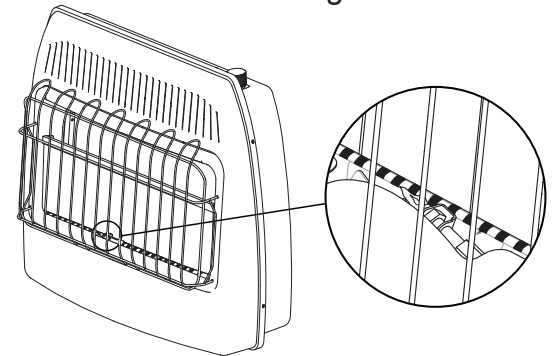

Fig. 24 - Ubicación de la llama del piloto
6. Con la perilla de control oprimida, presione el encendedor hasta que el piloto se encienda. El piloto es visible, centrado abajo de las quemador principal, detrás de la panel de vidrio. (Ver Fig. 24 en la página 19).
7. Mantenga oprimida la perilla de control durante (30) segundos después de que el piloto encienda. Suelte la perilla de control.
**Nota:** Si el piloto se apaga repita los pasos 3 al 7. Espere (1) minuto antes de intentar encender el piloto otra vez. Si después de varios intentos el piloto todavía se apaga, gire la perilla de control  hacia la derecha a la posición "OFF"  y llame a su técnico de servicio o al proveedor de gas.
6. Con la perilla de control oprimida, presione el encendedor hasta que el piloto se encienda. El piloto es visible, centrado abajo de las placas, detrás de la rejilla frontal. (Ver Fig. 24)